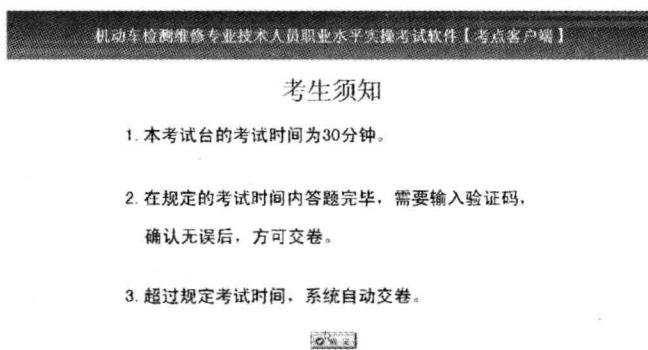

图1-17 考生须知界面
(4) 阅读考生须知。考官验证考生身份无误后，输入考官编号和密码，点击确认按钮，进入考生须知界面，如图1-17所示。